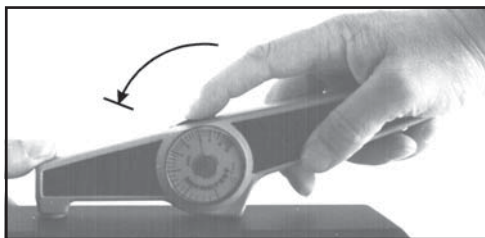

Рисунок 1
- b. Прокрутите колесо со шкалой вперед до остановки (см. Рис. 1)